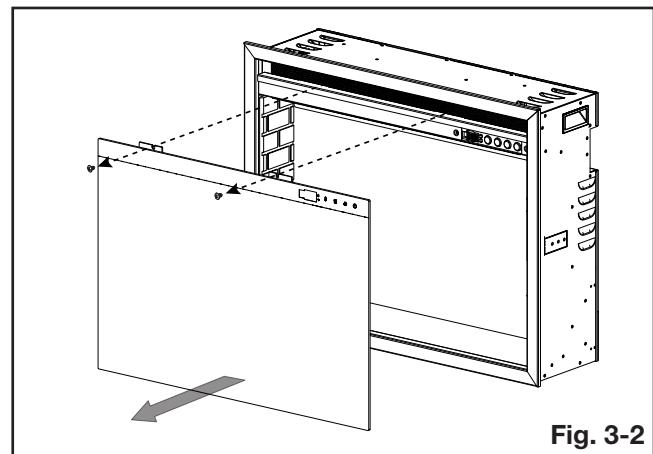

Fig. 3-2
2. Avec une main sur la porte vitrée pour éviter qu'elle ne tombe, retirez les 2 vis maintenant la porte vitrée en place (**Fig. 3-2**). Retirez la porte vitrée, puis placez-la face vers le bas sur une surface douce et non abrasive.